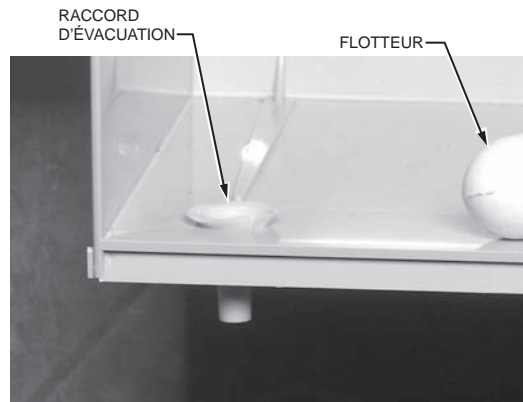

Fig. 27. Installation du raccord d'évacuation.
8. Insérer le raccord d'évacuation dans le bas de l'humidificateur, du même côté que la gaine de dérivation. Voir la figure 27.